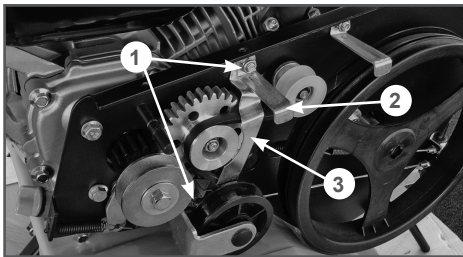

Рис. 27 Снятие ремня заднего хода
- Открутите болты и гайки 1 крепления успокоителя 2 ремня переднего хода и ограничительной пластины 3 ремня заднего хода и снимите успокоитель 2 и пластину 3 (Рис. 27).